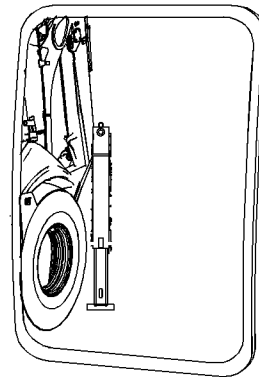

Ilustración 77
Ajuste el espejo retrovisor del lado derecho (1) de modo que pueda verse 1 m (3,3 pies) de la parte lateral de la máquina. Consulte la ilustración 77. Ajuste también el espejo retrovisor derecho de manera que se pueda ver lo siguiente: